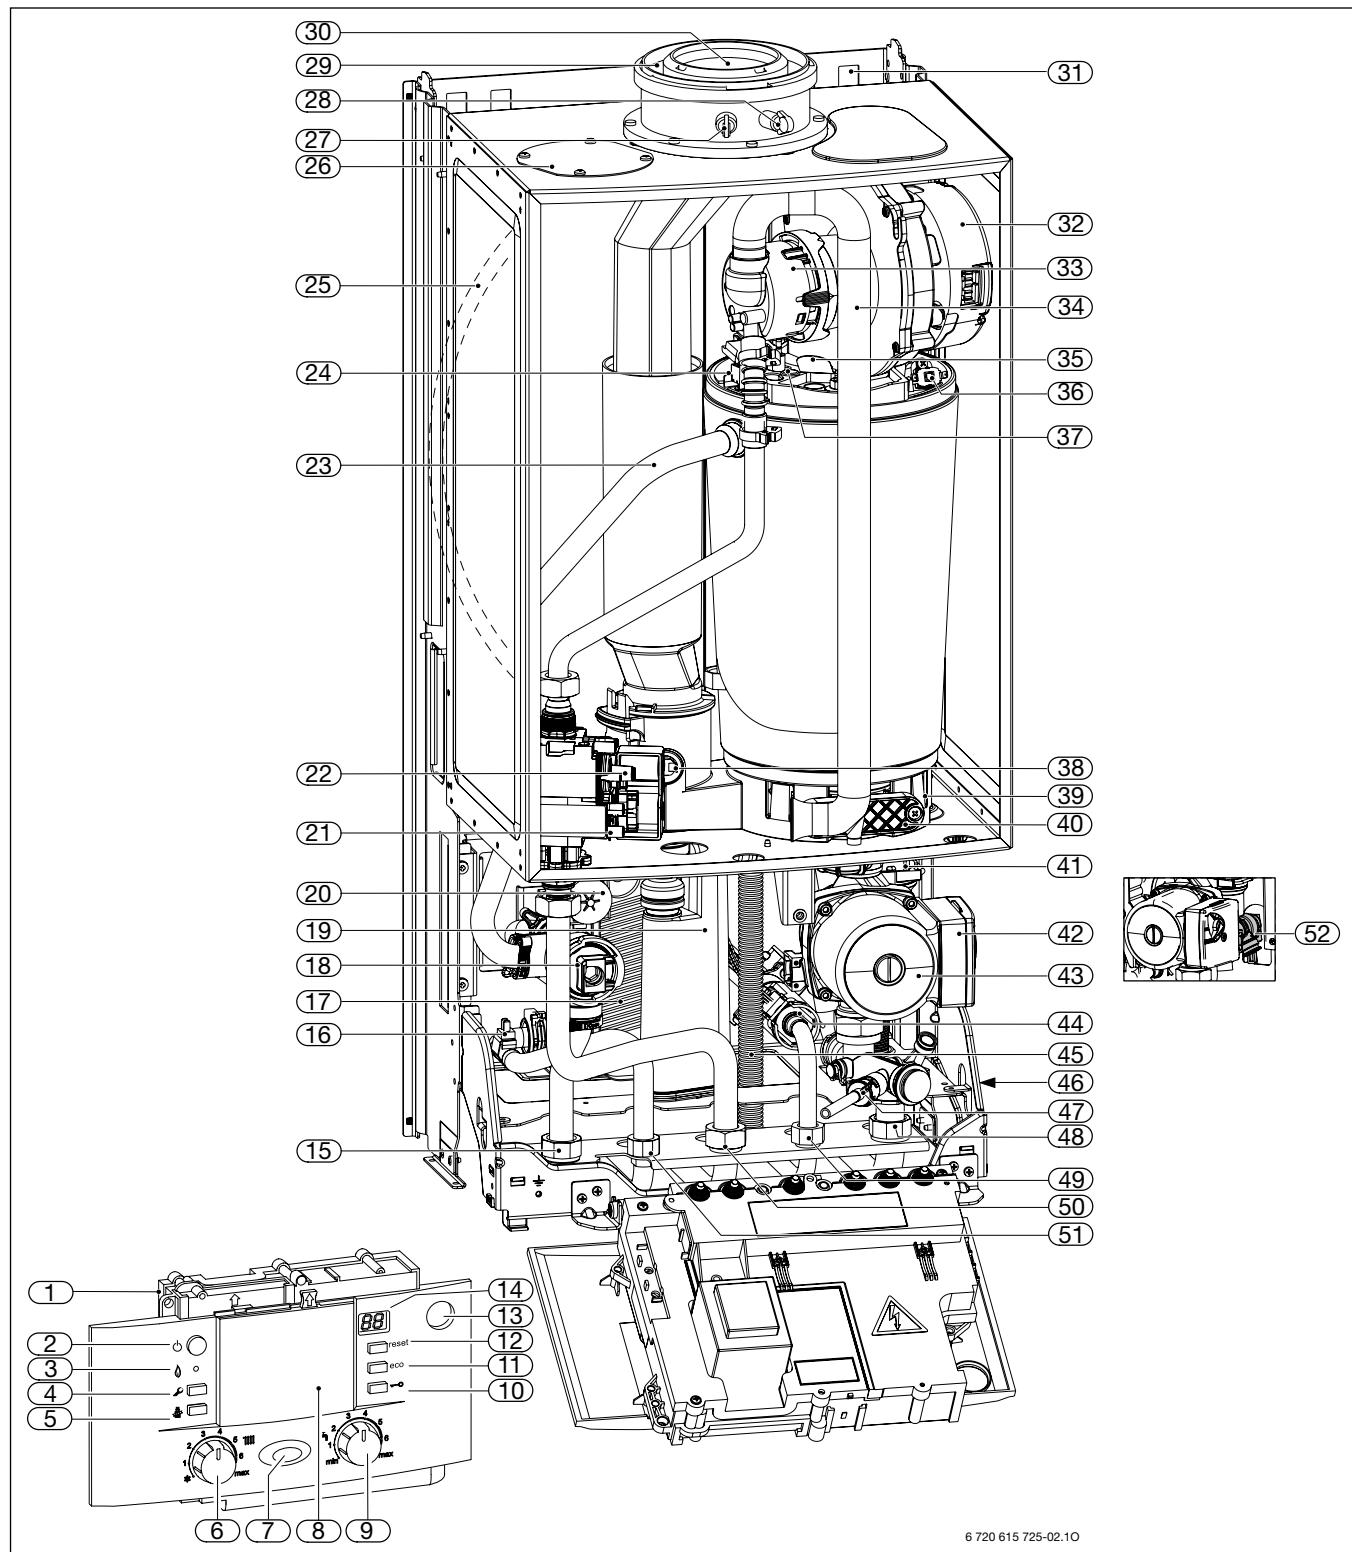

Рис. 3
Типовая пластина (418) находится на правой стороне под подвесной рамой (→ рис. 3).